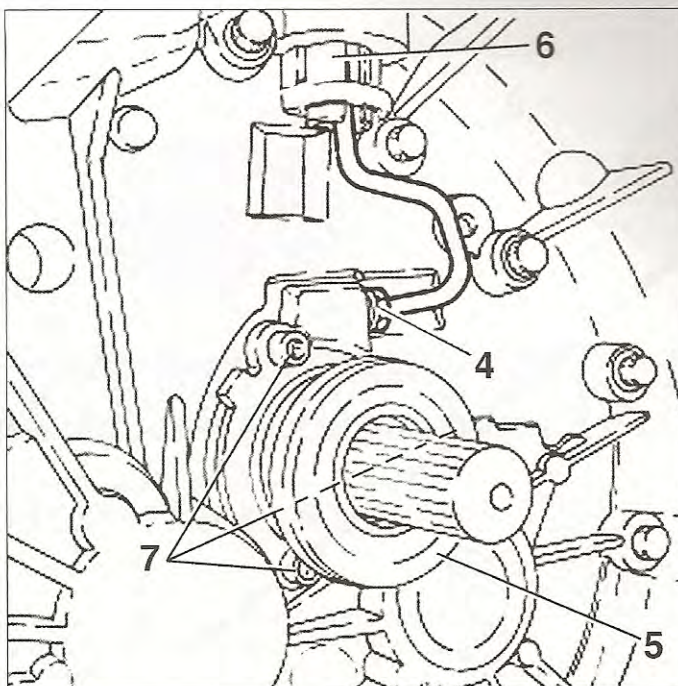

fig. 6
- Desconectar la tubería (4) del tope hidráulico (5) de embrague (fig. 6).
- Desengrapar el anillo de fijación (6) de la tubería sobre el cárter de caja.
- Desmontar los tornillos de fijación (7) del tope hidráulico.